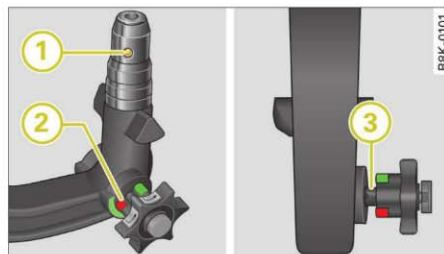

Fig. 205 Dispozitiv demontabil de remorcare: Cupla sferică
- Verificați dacă marcajul roșu (2) ⇒ fig. 205 de la rozetă, se găsește în zona verde a cuplei sferice.
- Verificați dacă sfera de blocare (1) este introdusă corect în orificiul buchei de ghidare.
- Verificați dacă rozeta se vede clar din cupla sferică, astfel încât între rozetă și cuplă să existe o fantă (3).